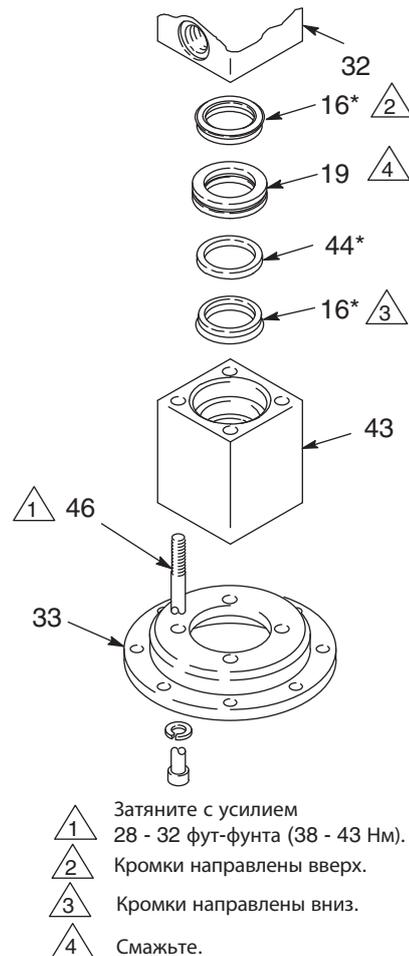

Рис. 5
см. Рис. 5 для указанных ниже инструкций.
3. Выкрутите четыре винта с головкой под ключ (46) из нижней части переходника (43). Постучите по переходнику, чтобы ослабить крепление, и снимите его с нижней крышки (32).
4. Удалите уплотнения (16, 44) и направляющую (19) с верхней части переходника (43).
5. Смажьте направляющую (19) и поочередно вставьте уплотнения и направляющую в переходник (43) в порядке, указанном на Рис. 5.
6. Выполните повторную сборку. Затяните винты с головкой под ключ (46) с усилием 28 - 32 фут-фунта (38 - 43 Нм). Установите поршневой насос См. шаг 24, стр. 18.